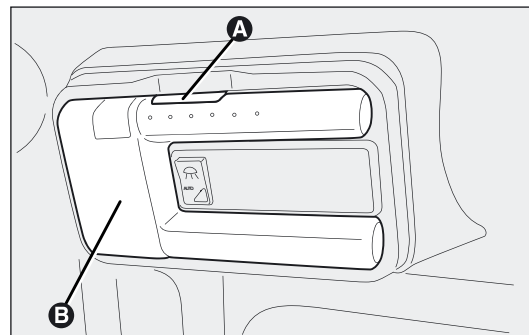

fig. 171
- ☐ druk op de knop A-fig. 171 en verwijder het uitneembare plafondlampje B;